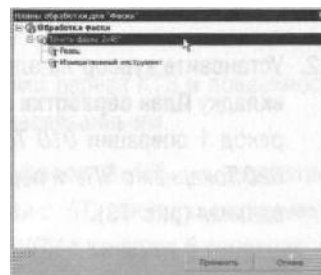

Рисунок 71
16. Нажмите кнопку **Получить план обработки**. В открывшемся окне системой сформирован только один план обработки (рис. 71). Нажмите кнопку **Применить**.